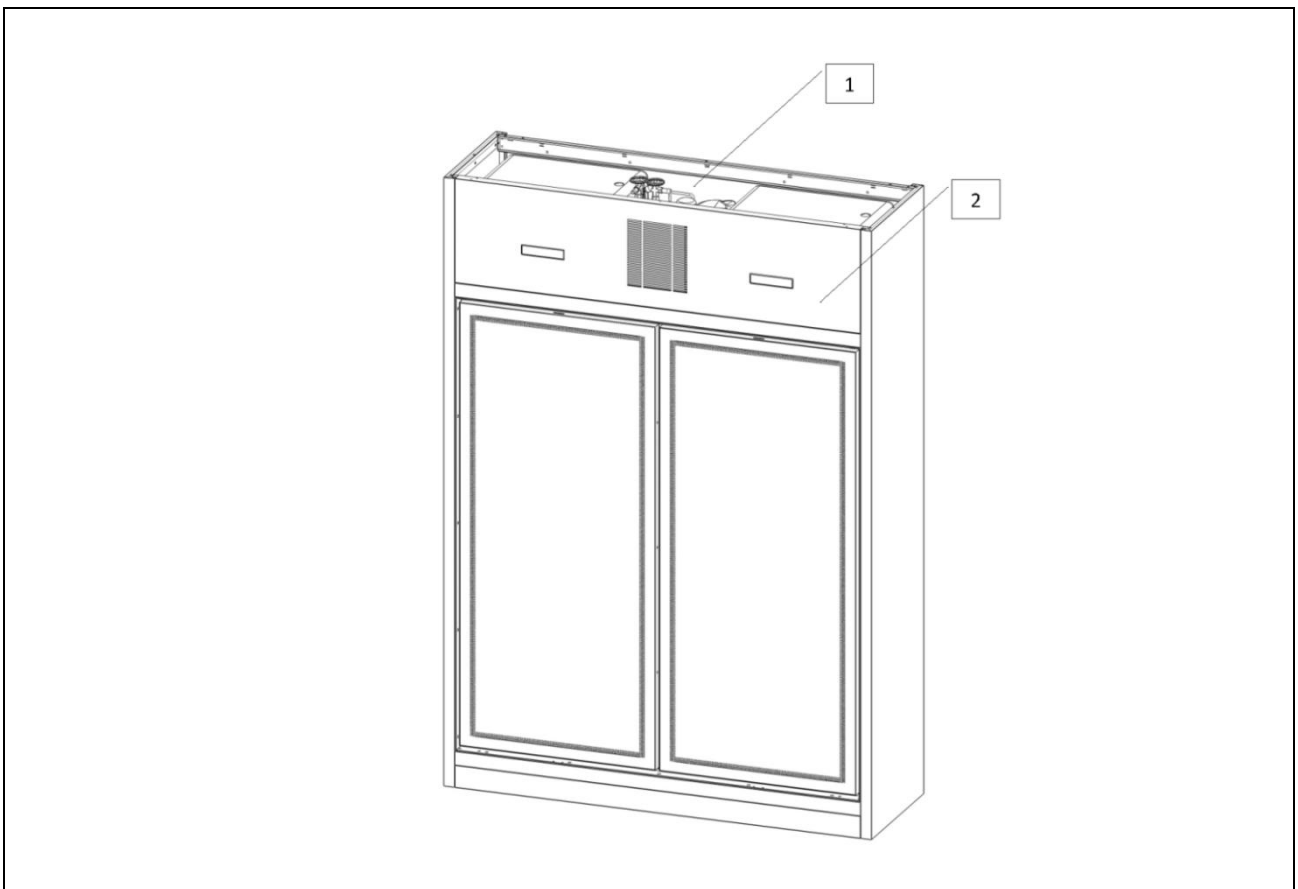

Fig. 3
- Unité réfrigérante monobloc (réf. 1, fig. 3);
- Panneau de commande (réf. 3, fig. 3)